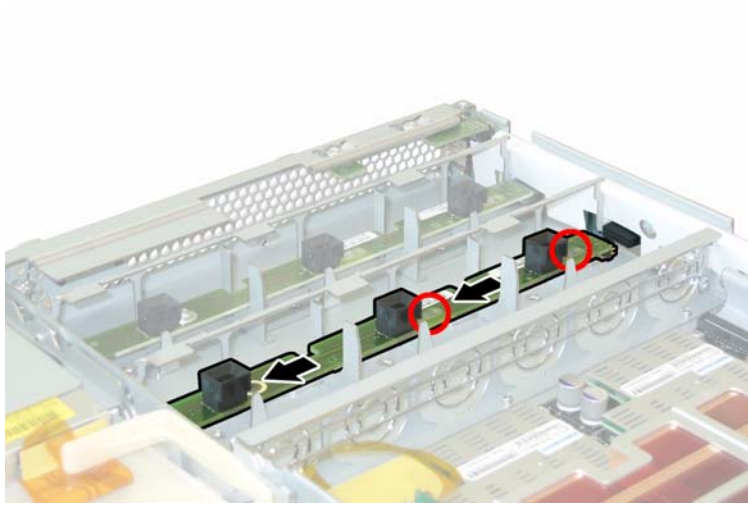

图 3-24 拆卸风扇连接器板
- b. 将每个风扇连接器板朝机箱的中央滑动, 使其从前面 I/O 板上断开, 并使每块连接器板从机箱的两个固定卡扣中松脱。请参见图 3-24。